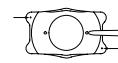

Fig. 10
4. Segure a ICL ou TICL com uma pinça e inspecione-a sob o microscópio cirúrgico para identificar e verificar sua orientação correta. (Fig. 10)